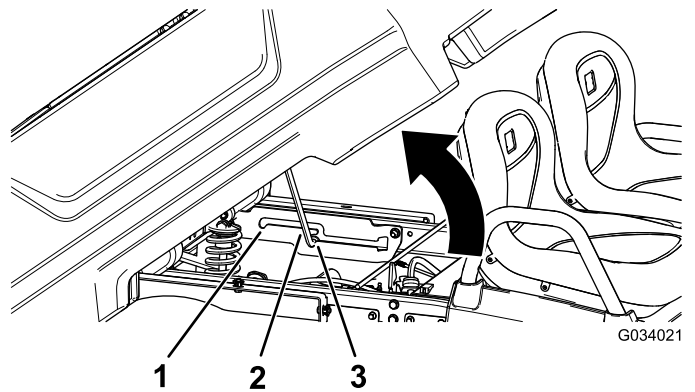

Bild 8
3. Ziehen Sie die Stützstange in den Arretierungsschlitz für die Entleeren-Stellung und sichern Sie die Ladepritsche für das Entleeren (**Bild 8**).